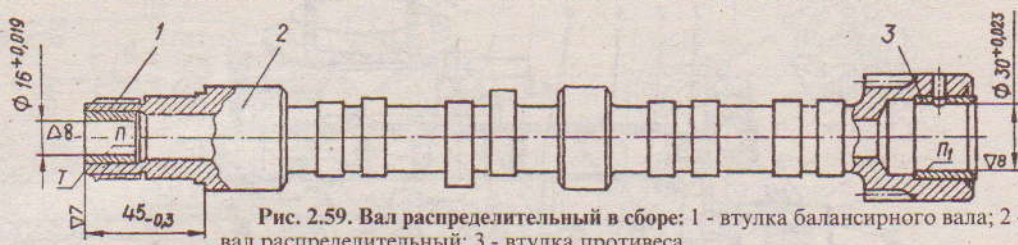

Рис. 2.59. Вал распределительный в сборе: 1 - втулка балансирующего вала; 2 - вал распределительный; 3 - втулка противовеса
- ✓ При повышенном износе передней и задней втулок балансирующего вала (рис. 2.59) восстановить монтажный зазор установкой новых втулок. Для этого выпрессовать старые втулки, запрессовать новые и расточить переднюю втулку в размер 16,00-16,019 мм, заднюю 30,00-
- ✓ Проверить биение поверхности передней и задней втулок балансирующего вала относительно опорных шеек распределительного вала. Биение поверхности П, П₁ и торца Т не должно превышать 0,05 мм (рис. 2.59).